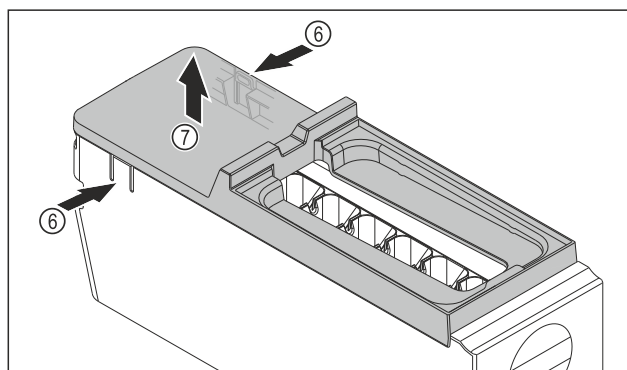

Fig. 243
- ▶ Снимите крышку корпуса EasyTwist-Ice: Надавите рукой на накладки Fig. 243 (6) с обеих сторон корпуса EasyTwist-Ice.
- ▶ Другой рукой снимите крышку Fig. 243 (7) по направлению вверх.